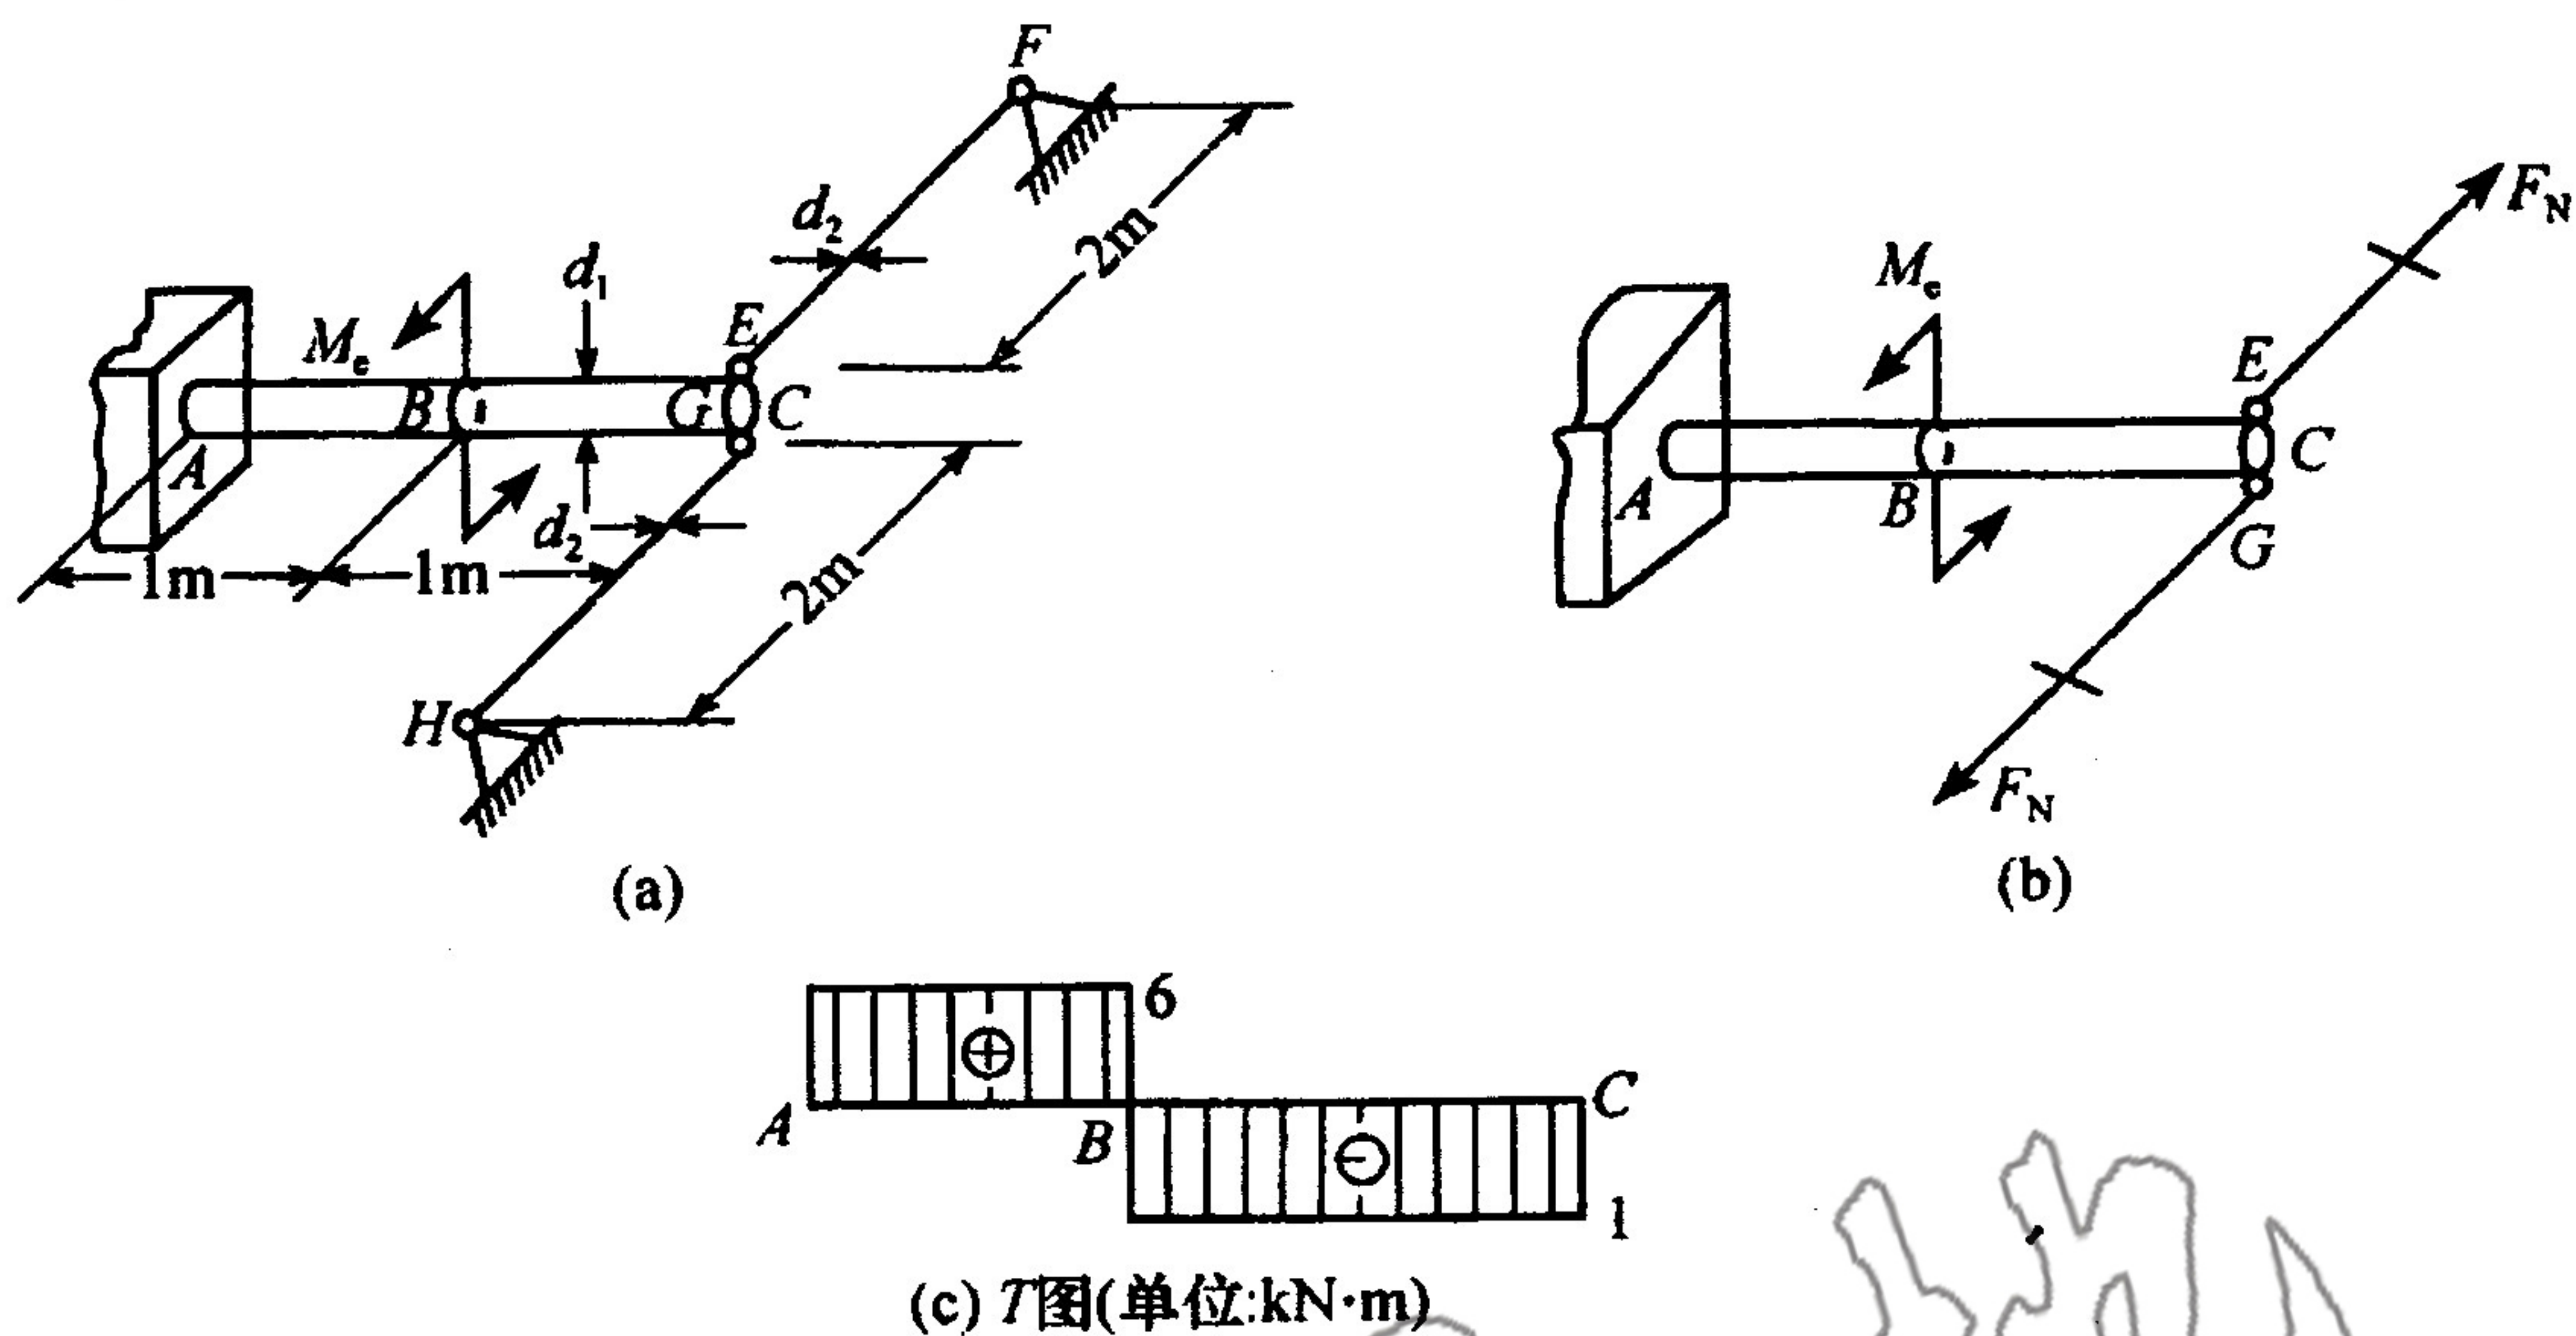

图 1.6
1.6 图 1.6(a)所示圆轴 AC，A 端固定，在横截面 C 的上、下两点 G 和 E 处用 2 根圆杆 GH、EF 铰接，GH、EF 与 AC 垂直，3 杆均处于水平位置。已知圆轴 AC 的直径 $d_1 = 100 \text{ mm}$ ，圆杆 GH、EF 的直径 $d_2 = 20 \text{ mm}$ ，各杆的材料相同， $G = 0.4E$ 。试求在 B 截面处施加扭转力偶矩 $M_e = 7 \text{ kN} \cdot \text{m}$ 时，圆轴 AC 中的最大切应力。(20 分)
解得 $F_N = 10 \times 10^3 \text{ N} = 10 \text{ kN}$, 作 AC 轴扭矩图如图 1.6(c) 所示。